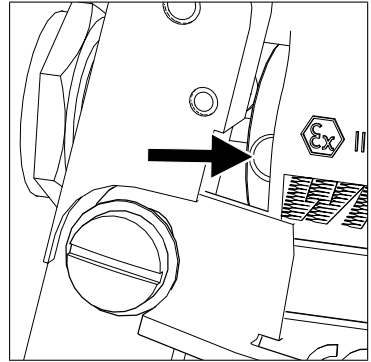

Fig. 14 – Trou dans la douille de guidage
1. Placez la clé Allen fournie dans l'un des trous de la douille de guidage (voir Fig. 14 à la page 38).
- Placez la clé Allen fournie dans l'un des trous de la douille de guidage (voir Fig. 14 à la page 38).